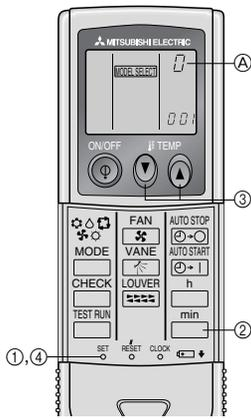

Fig. 6-7
4) Приписание пульта дистанционного управления отдельным приборам (Fig. 6-7)